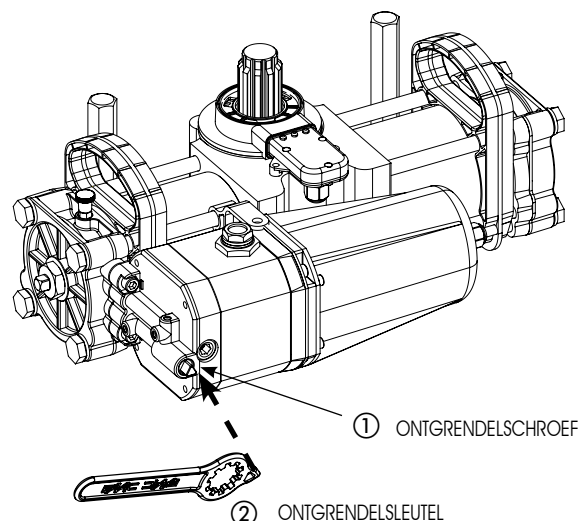

Fig. 1
- 2) Draai aan de ontgrendelschroef (Fig. 1 ref. ①) met de bijgeleverde driekantsleutel (Fig. 1 ref. ②):